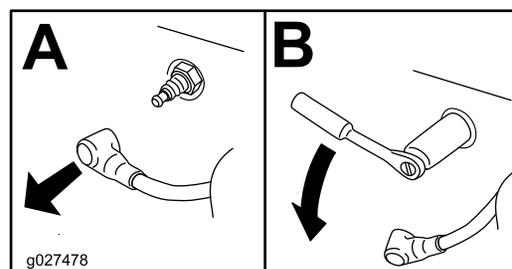

Рисунок 43
- Найдите и снимите свечу (свечи) зажигания, как показано на Рисунок 43.